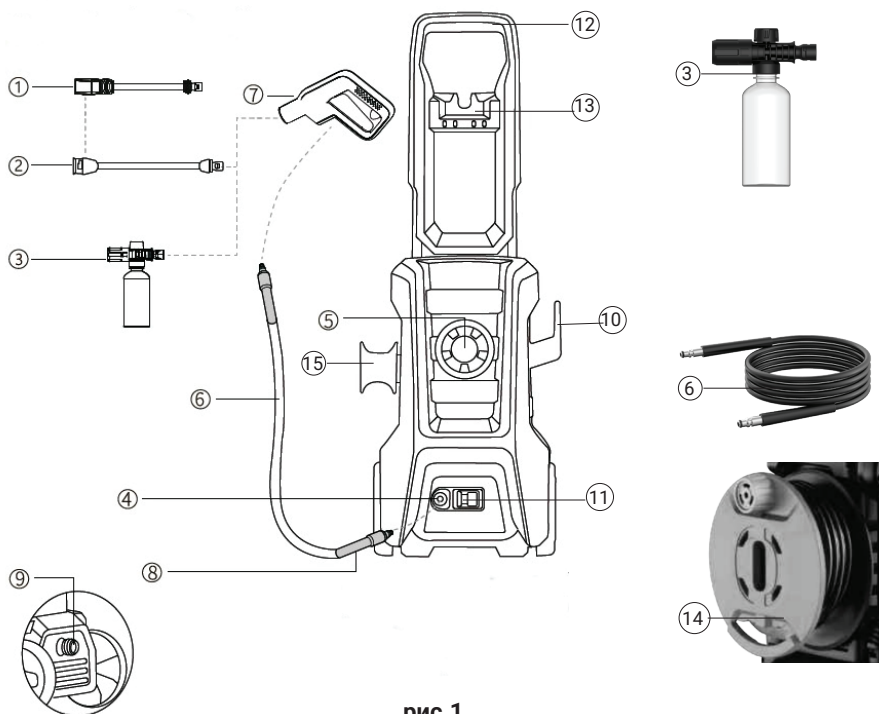

рис.1
1.6 Общий вид мойки представлен на рис. 1